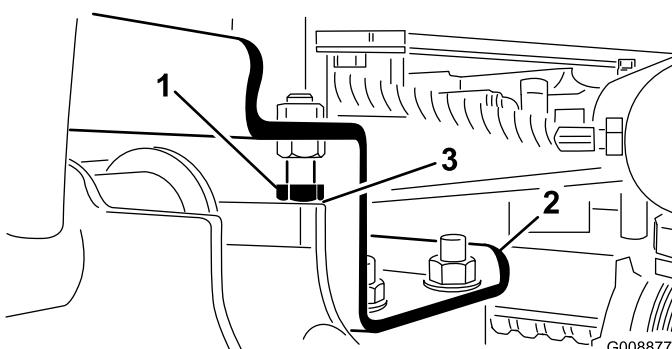

Рисунок 26
- A. Ослабьте затяжку фиксирующих болтов и отрегулируйте цилиндр, чтобы получить нужный зазор (Рисунок 26).
2. Проверьте, чтобы зазор между каждым подъемным рычагом и фиксирующим болтом составлял от 0,13 до 1,02 мм (Рисунок 26).